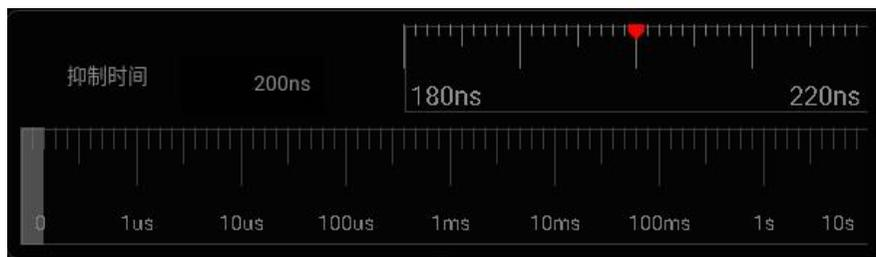

图 6-11 触发抑制时间设置界面
- 1) 在主菜单中轻点“触发”打开触发菜单，在“常规”项下轻点“抑制时间”后的方框，打开抑制时间调节界面，左上方显示触发时间，右上方显示微调时间标尺，下方显示粗调时间标尺，如图 6-11 所示。